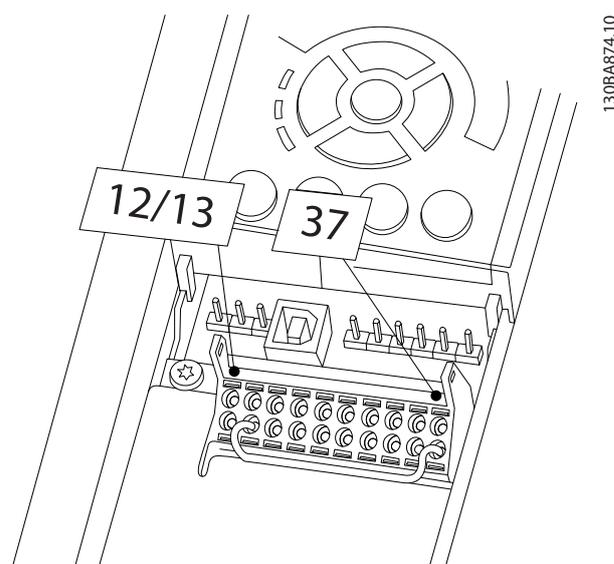

Abbildung 3.36 Drahtbrücke zwischen Klemme 12/13 (24 V) und 37
1. Entfernen Sie die Drahtbrücke zwischen den Steuerklemmen 37 und 12 oder 13. Ein Durchschneiden oder Brechen der Drahtbrücke reicht zur Vermeidung von Kurzschlüssen nicht aus. (Siehe Drahtbrücke in *Abbildung 3.36*.)
Wenn die Zustandszeile unten am LCP AUTO FERN MOTORFREILAUF oder Alarm 60 Ext. Verriegelung anzeigt, ist der Frequenzumrichter betriebsbereit, es fehlt jedoch ein Eingangssignal an Klemme 27. Nähere Angaben finden Sie in *Abbildung 3.36*.